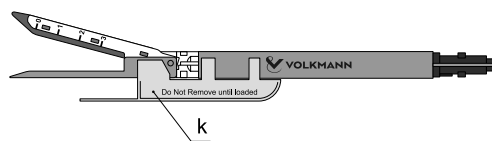

Рис.2. Внешний вид сменной кассеты для Эндоскопического линейного сшивающего аппарата с ножом VOLKMANN: k - предохранитель кассеты.
4. Выберите необходимый тип кассеты в зависимости от толщины ткани и запланированных манипуляций (рис. 2);
6. Снимите предохранитель с браншей кассеты (рис. 2-к);